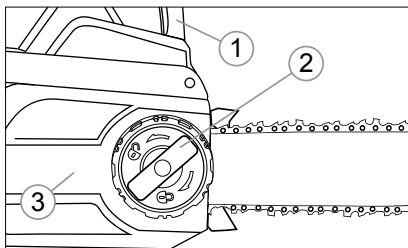

Рис. 4
2. Потяните щиток цепного тормоза 1 (рис. 4) на себя, открутите зажим 2 (рис. 4) и снимите защитный кожух 3 (рис. 4).
6. Установите защитный кожух цепи 3 (рис. 4), точно совместив все шлицы. Крепко затяните прижимную ручку 2 (рис. 4), вращая ее по часовой стрелке. Убедитесь в надежности соединения и правильности установки цепи.